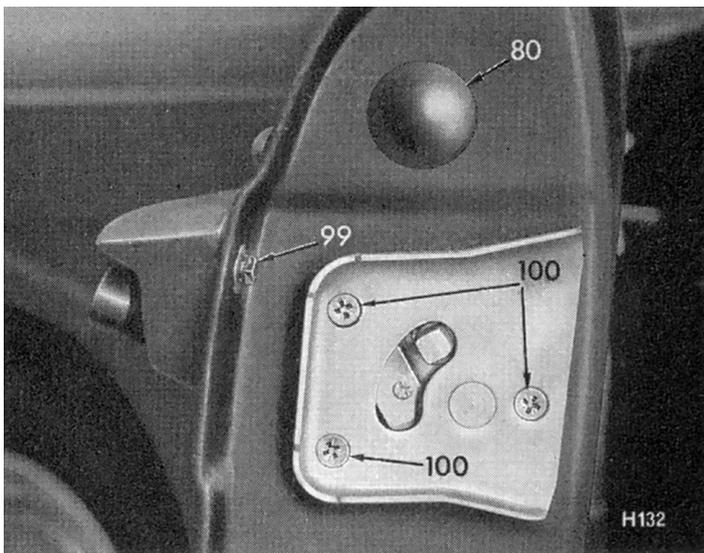

Fig. 70. Fixation de la plaque de verrouillage
1. Dépose (Figs. 70 et 71)
- (c) Démontez la poignée en dévissant deux vis, l'une (99) située à proximité de la plaque de verrouillage indiquée Fig. 70, l'autre située à l'intérieur de la portière à l'autre extrémité de la poignée.